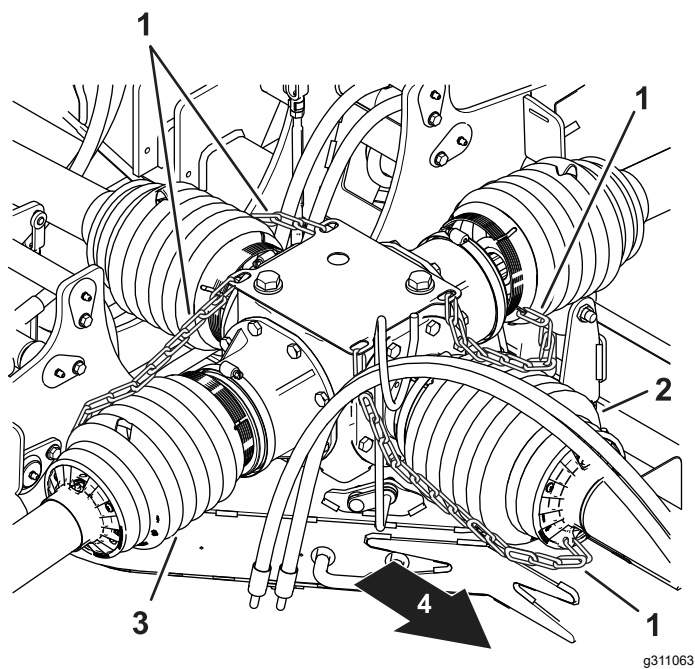
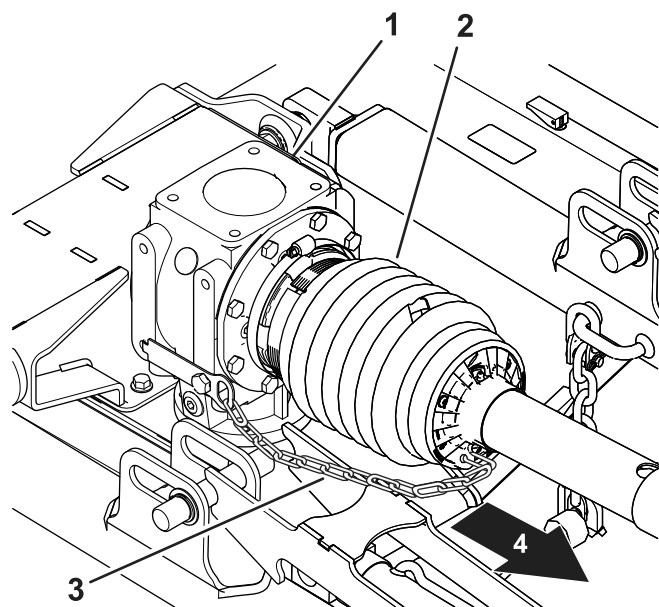
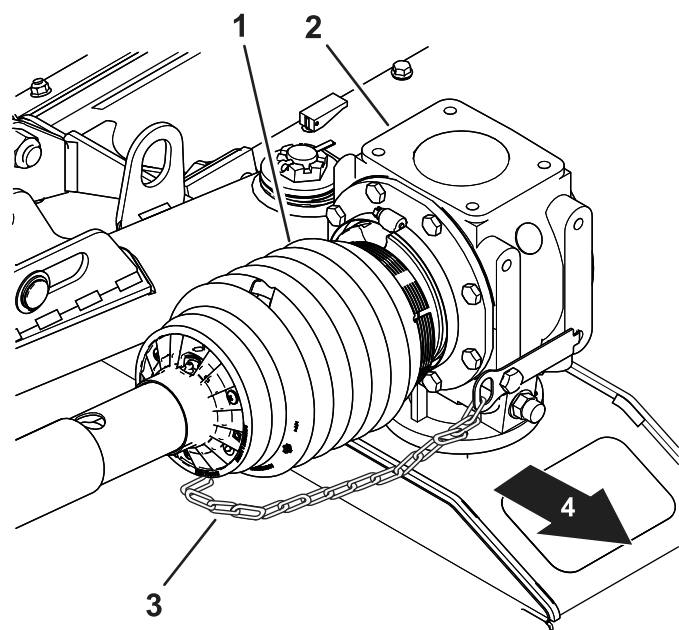
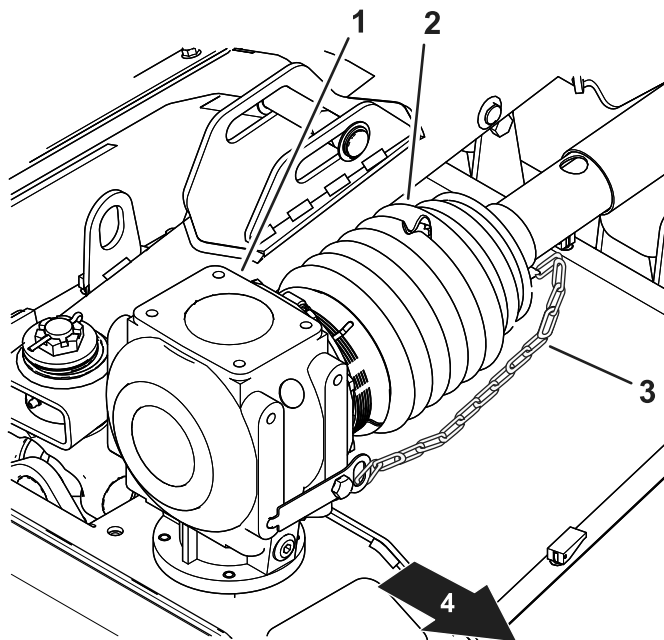

Рисунок 18
Рисунок 20
Рисунок 19
Рисунок 21
6. Проверьте, чтобы ограничительные цепи кожухов приводных валов были подсоединены к среднему редуктору и редукторам на каждой деке газонокосилки (Рисунок 18, Рисунок 19, Рисунок 20 и Рисунок 21).